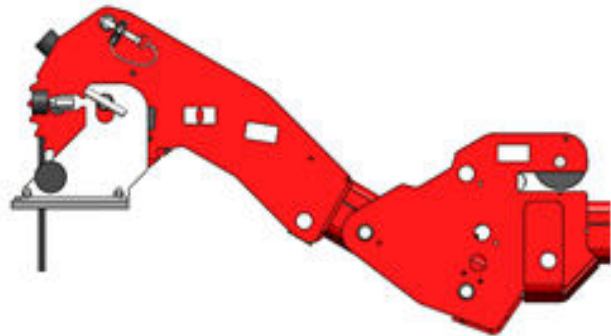

Abbildung 4.14 Befestigung des Windenkopfs oder der Auslegerspitze am Verstellteil.
3. Nun kann der Windenkopf oder die Auslegerspitze am Verstellteil mit den beiden Stiften befestigt werden (siehe Abbildung 4.14).